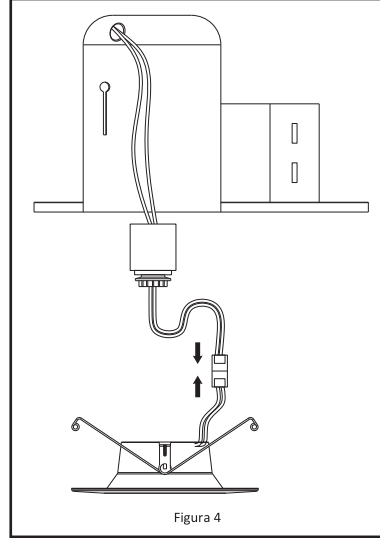

Figura 4
- Vuelve a enchufar la lámpara al adaptador de base Edison utilizando los conectores naranjas. **Ver Figura 4.**